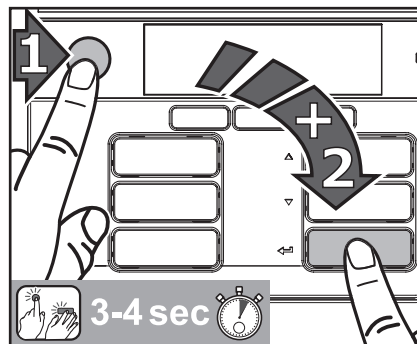

图 24
1. 先按停止键, 然后按确认键 , 将两个键同时按压3-4秒, 以便进入清洁模式。(图 24)